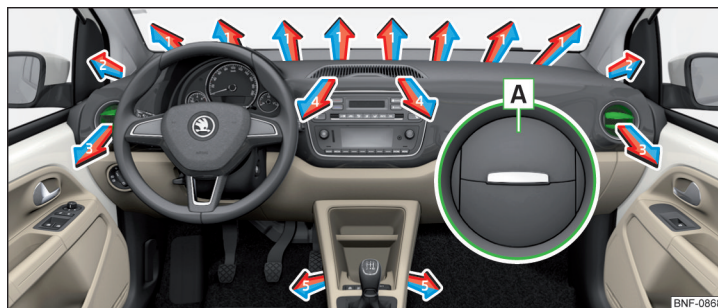

Fig. 91 Luftdyser
I forbindelse med luftdyserne **3** » Fig. 91 kan du ændre luftstrømmens retning, og du kan også åbne og lukke dyserne enkeltvis.
- Tryk på lamellens yderste kant i området **A** for at **åbne** » Fig. 91.
| Indstilling af luftstrømmens retning | Luftdyser » Fig. 91 |